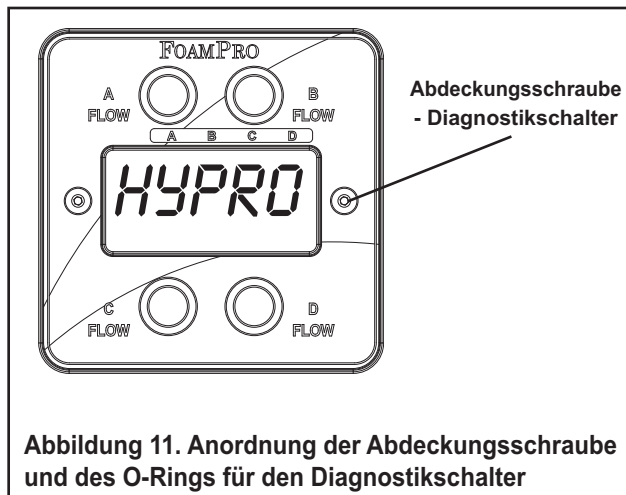

Abbildung 11. Anordnung der Abdeckungsschraube und des O-Rings für den Diagnostikschalter
1. Der Übergang in den Diagnosemodus erfolgt durch Entfernen der Schraube und des O-Rings auf der rechten Seite des Digitalanzeigen-Steuermoduls (siehe Abbildung 11) mit Hilfe eines $\frac{3}{32}$ Zoll Inbusschlüssels.